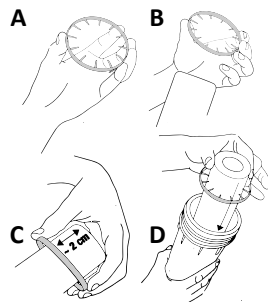

Fig. 3 Montering af stødning
- Udskiftning af det gennemsigtige forfilter (I):
4. Fjern den gamle patron, og flyt støttingen til det nye filter (se "Fig. 3").